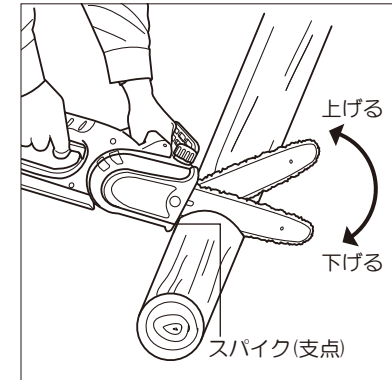

図20
- ③切断材料が大きいときは、スパイクを支点にテコの運動をさせながら切断してください。(図20参照)